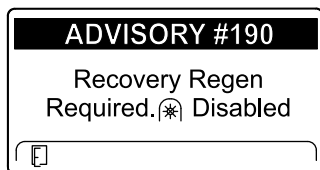

Figura 51
- É necessária uma regeneração de recuperação – tomada de força desativada AVISO N.º 190 (Figura 51)